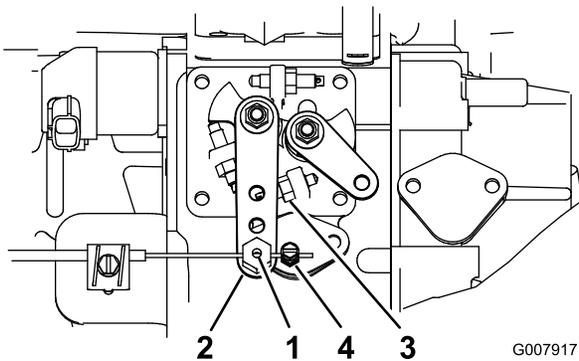

图58
2. 拧松油门拉线接头，接头位于油门拉线上靠近喷射泵控制杆的地方（图58）。
3. 将喷射泵控制杆臂固定到高怠速限位螺栓（图58）上。